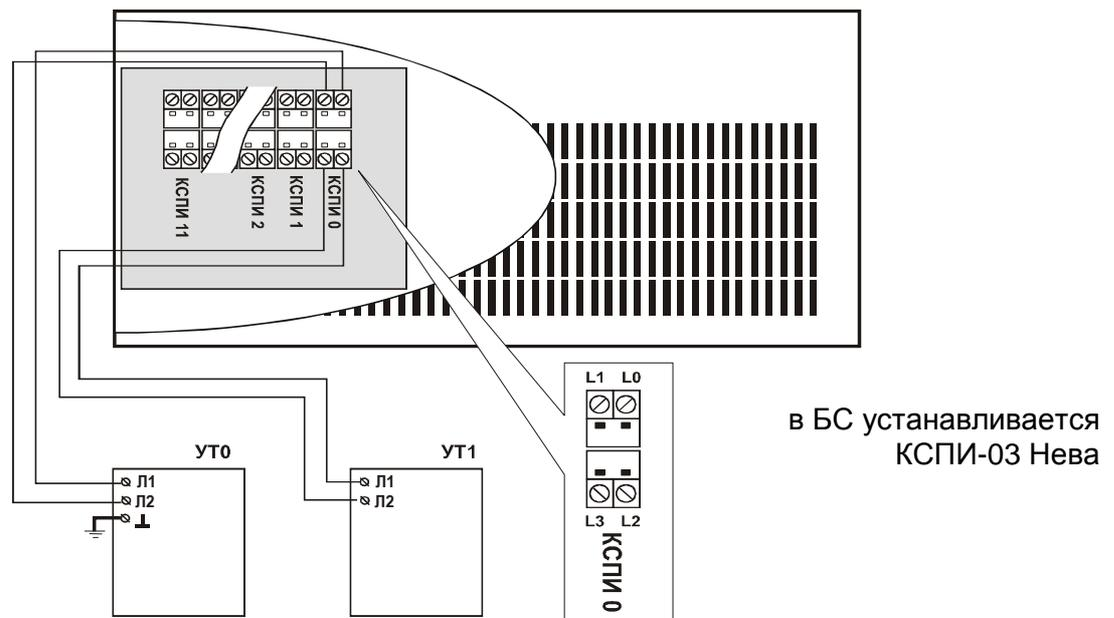

Рисунок 4.1 – Подключение СПИ Нева –10, 10М к блоку сопряжения.
- рисунок 4.1 – Подключение СПИ Нева –10, 10М;